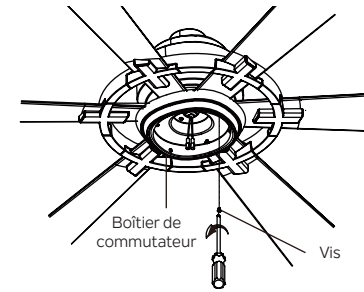

Fig. 21
**Étape 1.** Retirez l'une des trois vis du boîtier de l'interrupteur et conservez-la pour une utilisation ultérieure, desserrez les deux autres (ne les retirez pas). (Fig. 21)